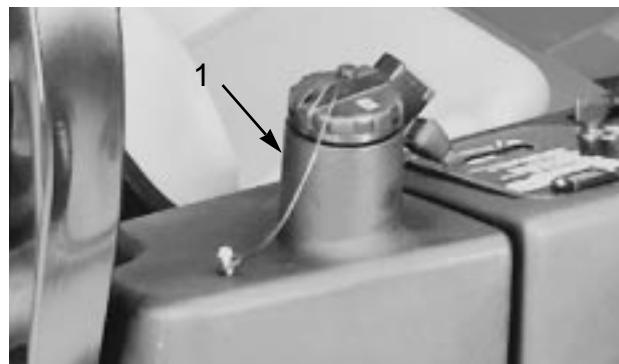

図54
3. タンク（図54）に油圧オイルを入れる。容量は約13リットル（17ページ「油圧オイルを点検する」を参照）。